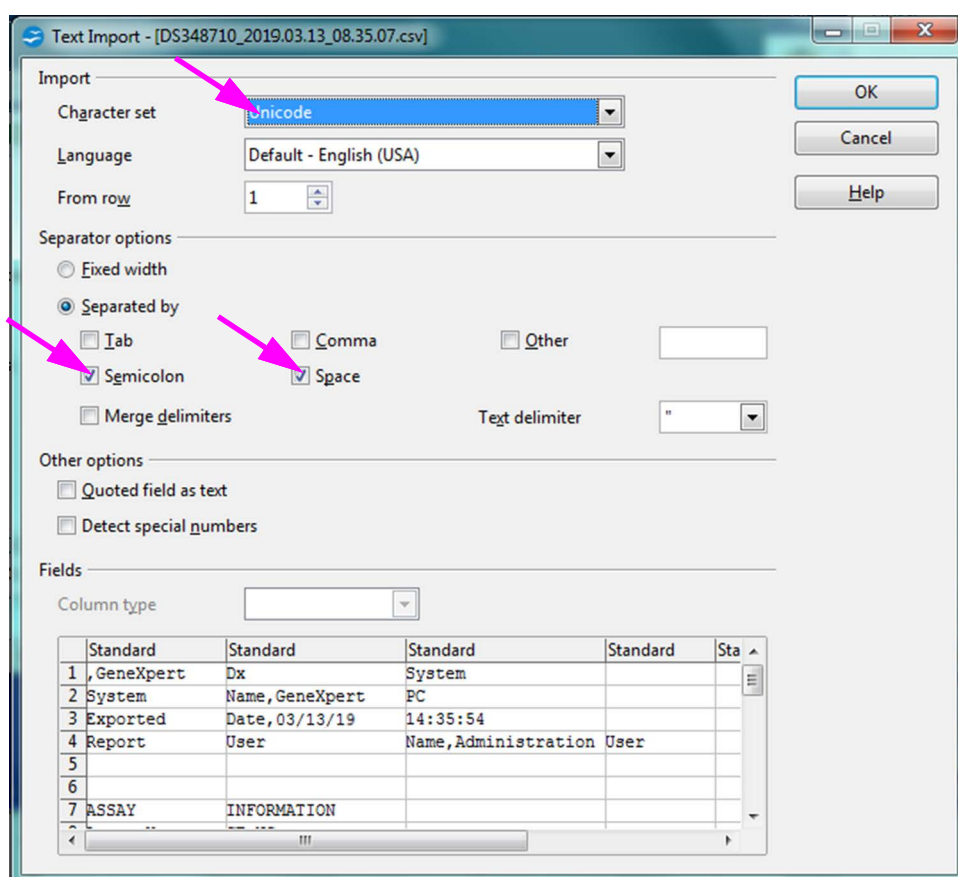

Abbildung D-3. Bildschirm „Text Import“ (Textimport) mit Standardeinstellungen
3. Klicken Sie auf **Next (Weiter)**. Wenn der neue Bildschirm angezeigt wird, geben Sie die verlangten Informationen ein (Name und Initialen) und klicken Sie auf **Finish (Beenden)**. Der Bildschirm „Text Import“ (Textimport) wird angezeigt. Siehe Abbildung D-3.
4. Entfernen Sie auf dem Standardbildschirm „Text Import“ (Textimport) (siehe Abbildung D-3) die Markierung aus den Kontrollkästchen **Semicolon (Strichpunkt)** und **Space (Leerzeichen)**.